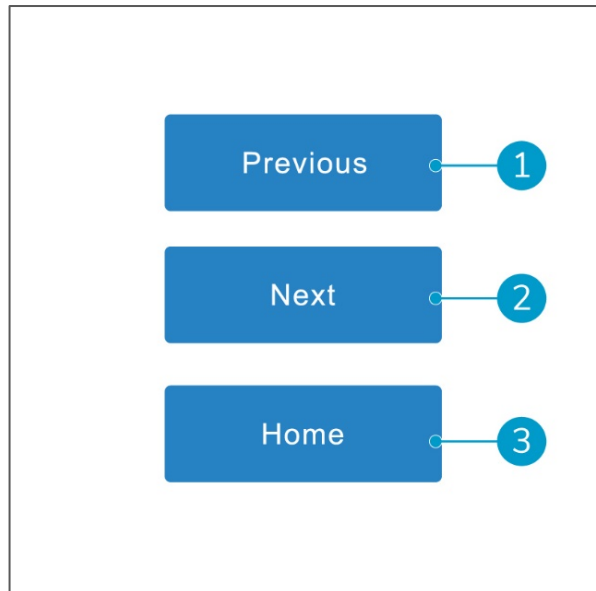

Figura 8
1. Com o botão de retrocesso (Figura 8, pos. 1), pode recuar para o dia anterior. Até 7 dias no máximo.
2. Com o botão de avanço (Figura 8, pos. 2), pode avançar para o dia seguinte.
3. Com o botão inicial (Figura 8, pos. 3), pode ir para o ecrã principal.